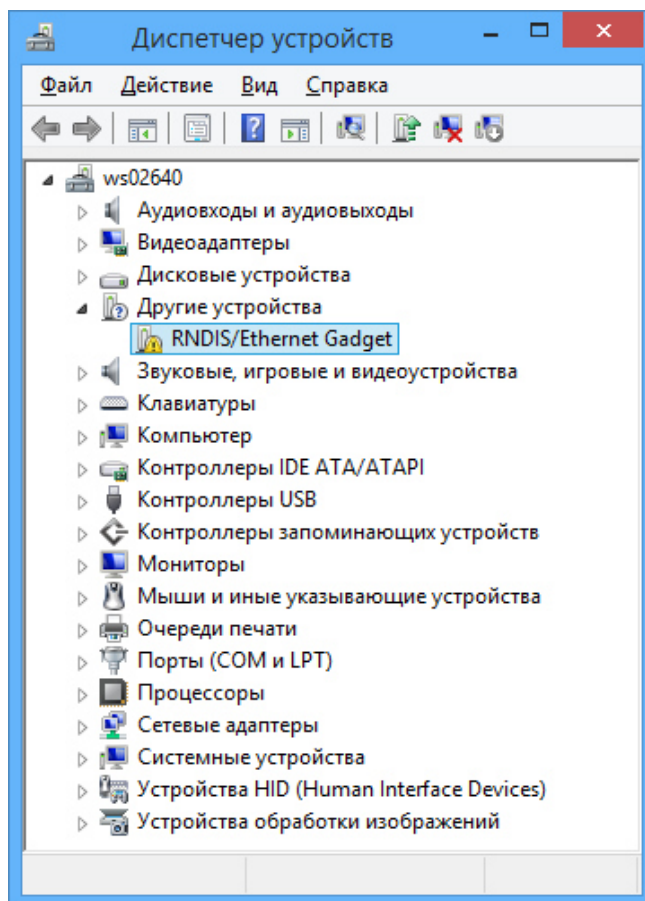

Рисунок 2.3 – Вид «Диспетчер устройств»
3. Если установка драйвера завершена некорректно, то в списке «**Другие устройства**» будет находиться «**RNDIS/Ethernet Gadget**», отмеченное значком ошибки и предупреждением в окне состояния устройства «*Для устройства не установлены драйверы. (Код 28), Для этого устройства отсутствуют совместимые драйверы*» (рисунок 2.3).